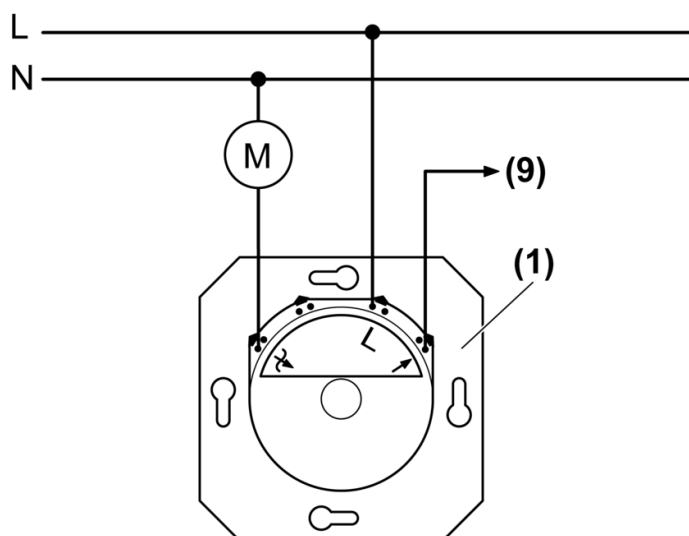

Bild 3: Anschlussplan
- (1) Drehzahlsteller
- (9) Schaltausgang
- Drehzahlsteller gemäß Anschlussplan anschließen (Bild 3).